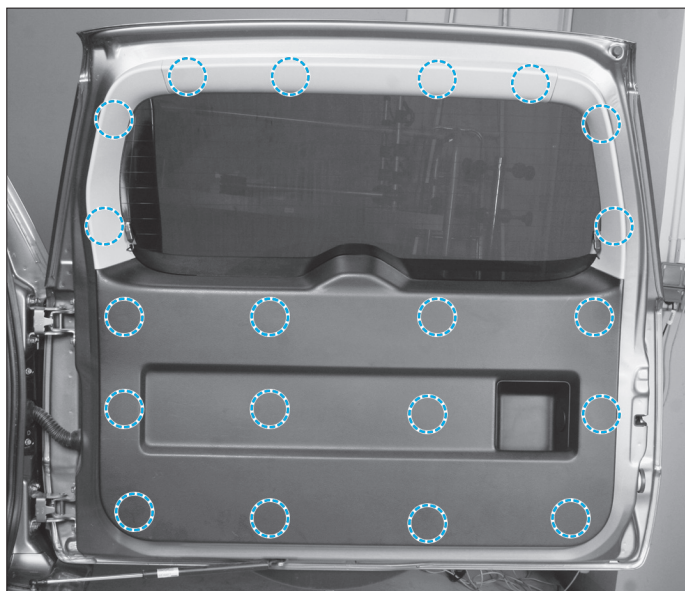

FIG. 67
- Dégrafer les garnitures à l'aide d'une pince d'écartement (**Fig.67**).